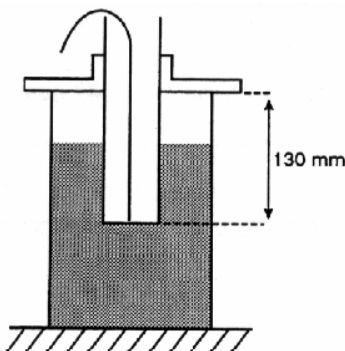

Fig. 2
4. Ich stelle das Ganze mit Zylinder und Obturator auf den Tank (siehe Fig. 2).
4. Ich stelle nun das Messrohr mit Halter auf den Behälter (siehe Fig. 2).